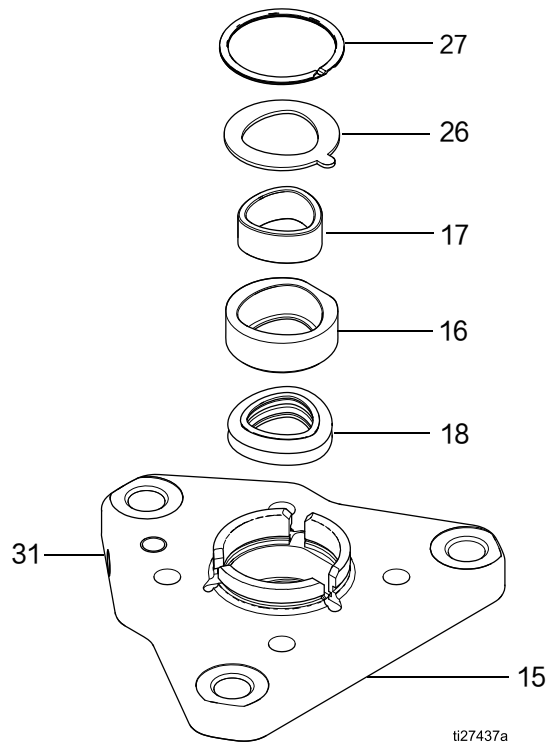
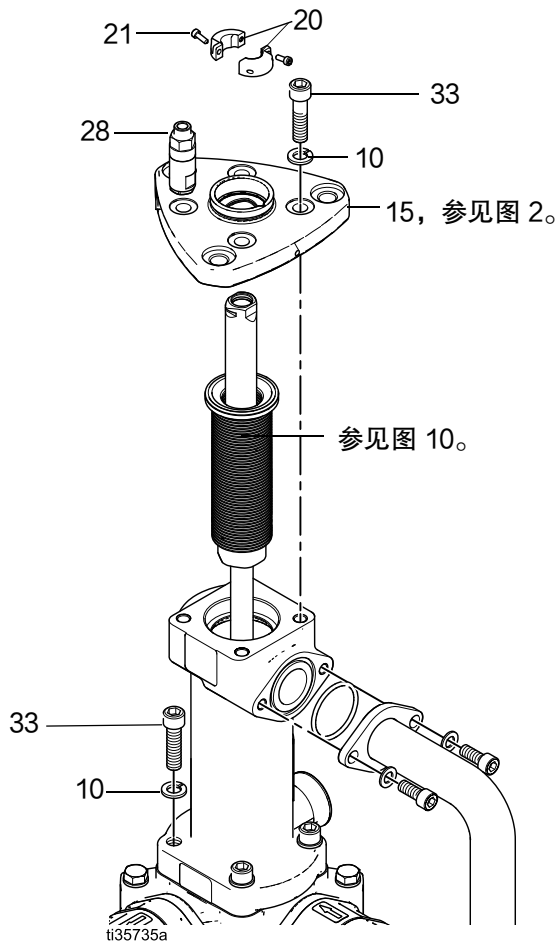

图 2. 顶部安装板组件
图 8. 拆卸或重新组装波纹管部分
1. 卸下螺丝 (21)、然后卸下固定卡圈 (20)。
2. 从顶部安装板 (15) 上卸下四组有头螺丝 (33) 和锁紧垫圈 (10)。
3. 小心升高顶部安装板 (15), 脱离波纹管室 (13)。保持顶部安装板 (15) 水平。
**注意:** 参见图 2 (第 8 页)。固定环 (27)、固定垫圈 (26)、轴承壳体 (16)、轴承 (17) 和备份密封 (18) 位于顶部安装板上并将随顶部安装板 (29) 滑出。
4. 如果波纹管已经故障, 也从顶部安装板上拆下呼吸阀 (28)。清洁堵塞油漆的流体通道。
参见图 2 (第 8 页)。
- 将顶部安装板组件 (15)，（参见图 2，第 8 页）安装到波纹管组件 (14) 上，将波纹衬套 (22) 与备份密封 (18) 对齐。按照所需的方向，以 90° 为增量旋转，对齐螺栓孔。
2. 用虎钳固定下缸体外壳 (8)。
3. 卸下螺丝 (21)、然后卸下固定卡圈 (20)。
4. 从顶部安装板 (15) 上卸下四组有头螺丝 (33) 和锁紧垫圈 (10)。这允许波纹管组件随着顶部安装板组件旋转。参见图 8（第 12 页）。
5. 小心升高顶部安装板组件 (15)，脱离波纹管室 (13)。拆除时，保持顶部安装板 (15) 水平。
- 注意：**参见图 2（第 8 页）。固定环 (27)、固定垫圈 (26)、轴承壳体 (16)、轴承 (17) 和备份密封 (18) 位于顶部安装板上并将随顶部安装板 (15) 滑出。
6. 小心将固定环 (27)、固定垫圈 (26)、轴承壳体 (16)、轴承 (17) 和备份密封 (18) 从顶部安装板 (15) 拆下。参见图 2（第 8 页）。